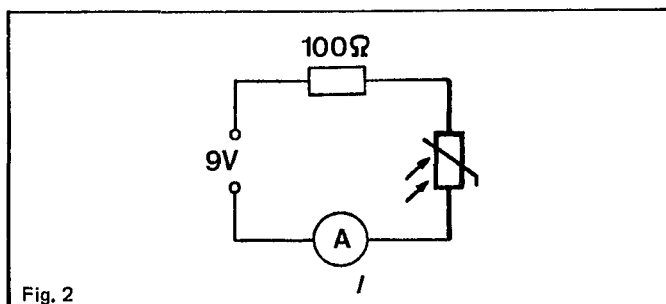

Fig. 2
4.2 Fotowiderstand als Beleuchtungsmesser (Fig. 2).